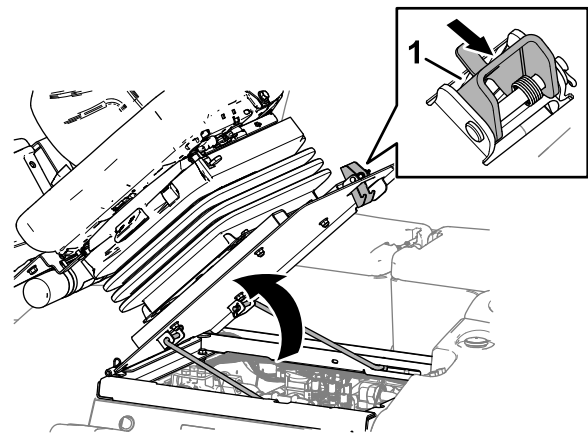

Figura 107
- Deplasai elementul de fixare a scaunului spre exterior (**Figura 107**).